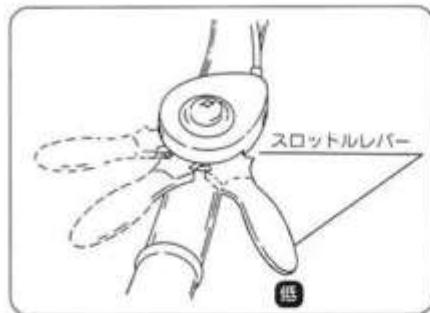

図22
- ❶ スロットルレバーを【低速】にもどし、停止スイッチを【OFF】位置にしてください。（図22・23）